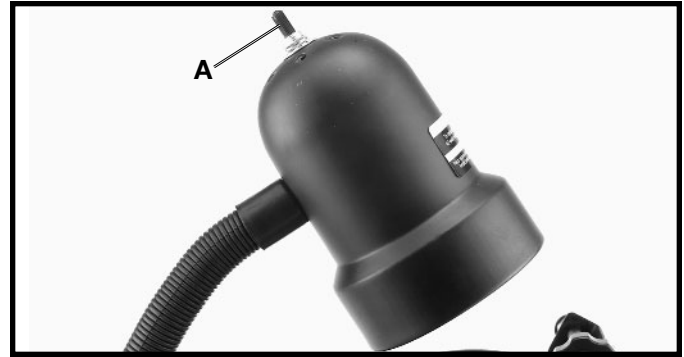

Fig. 13
La lampe flexible fonctionne indépendamment de la meule. Pour allumer et éteindre la lampe, tournez l'interrupteur (A) fig. 13.